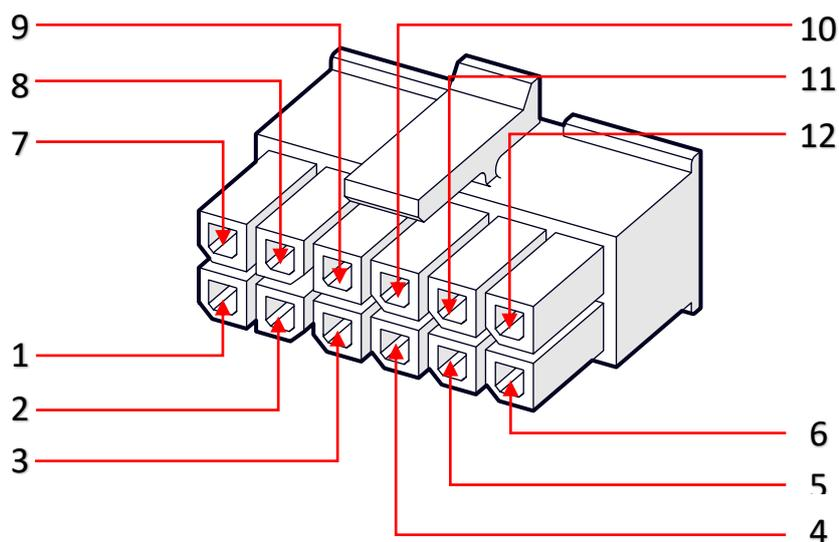

Рисунок 3
**5.1** Для сборки контактной колодки «Molex 43025-1200», подключаемой к тахографу, руководствуются схемой соединений, представленной на рис.3 и табл. 1